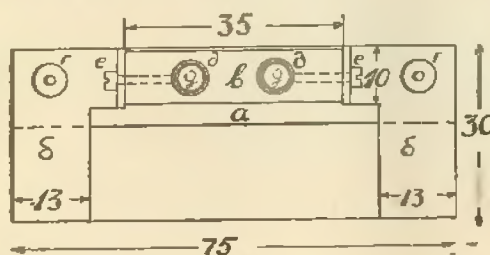

Рис. 8
Деталь (15) представляет собою потенциометр (Р. на рис. 1), имеющий три зажима: от начала, от конца намотки и от подвижного контакта, в остальном же его конструктивное выполнение схоже с резистором (деталь 2); сопротивление потенциометра 600 ом. Деталь 17, конструкция которой изображена на рис. 8,